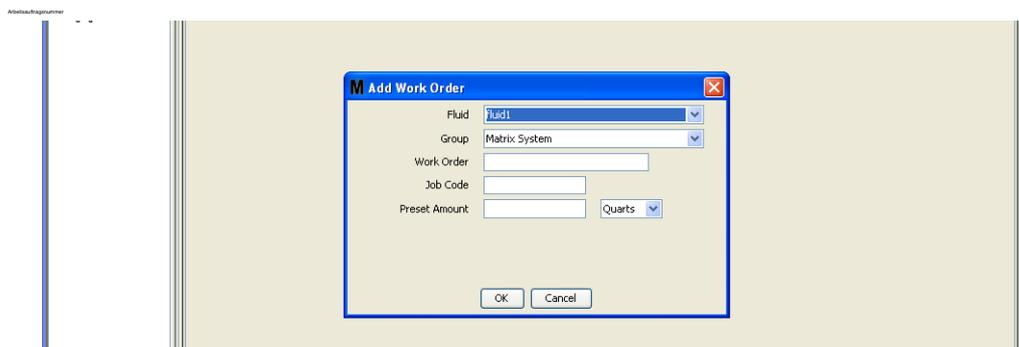

ABB. 116
4. Das in ABB. 116 gezeigte Popup-Fenster „Arbeitsauftrag hinzufügen“ erscheint.